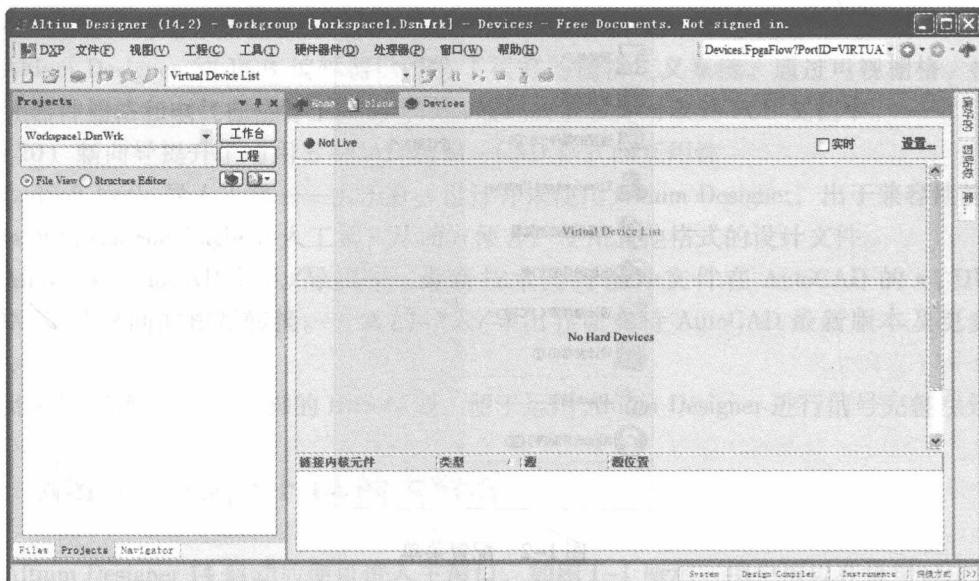
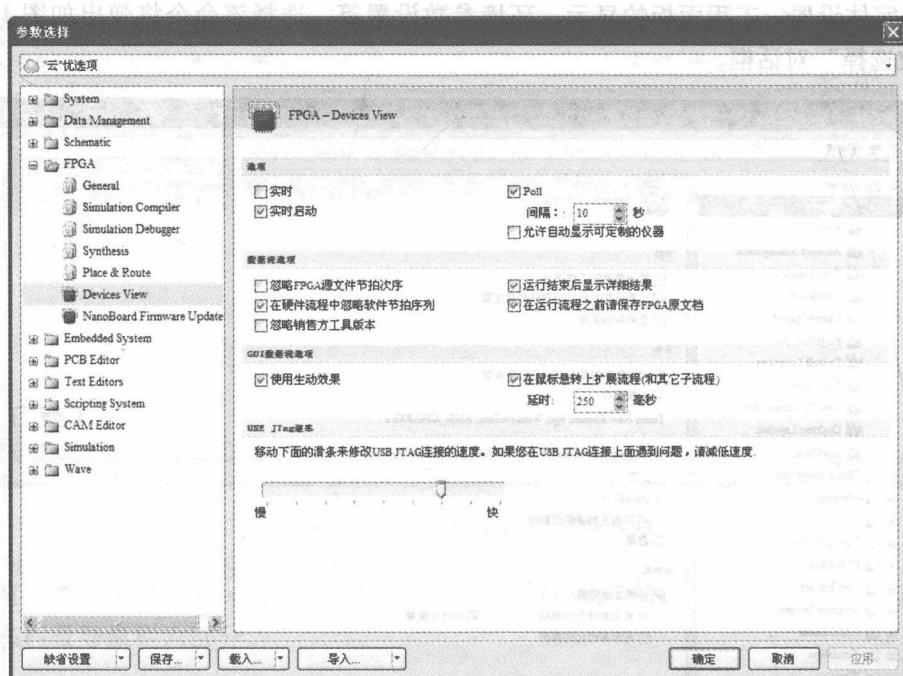

图 1-4 “Device” 选项卡
图 1-5 “FPGA Device View” 选项卡
3) “连接的器件”命令：选择该命令在主界面右侧弹出如图 1-4 所示的“Device”选项卡，在选项卡中显示要连接的器件。单击右上角“设置”按钮，弹出“参数选择”对话框，自动打开“FPGA Device View”选项卡，如图 1-5 所示。